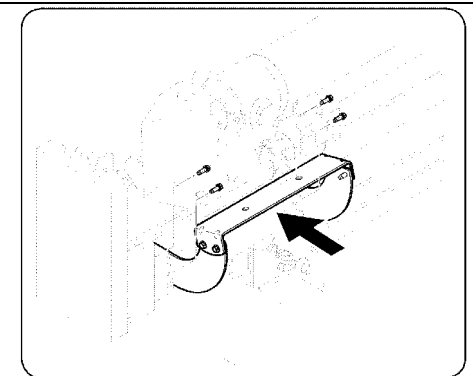

Рис. 7
17. Переустановите рычаг качения на поверхности направляющей станины с клапаном управления, совместив отверстия в рычаге с отверстиями в станине. См. Рисунок 7.